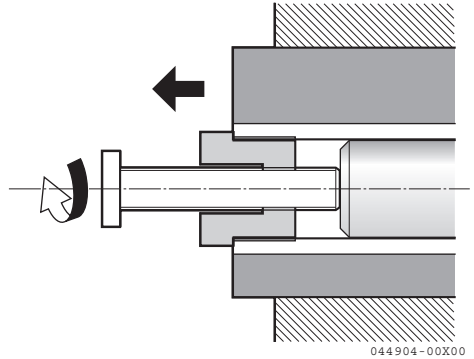

Figure 15
*Remarque : Lors du remplacement d'une turbine usagée par une neuve, la turbine doit avoir un filetage de M16 × 2 (**Figure 15**). Tournez le côté fileté M16 de la turbine sur le côté du capot et installez.*